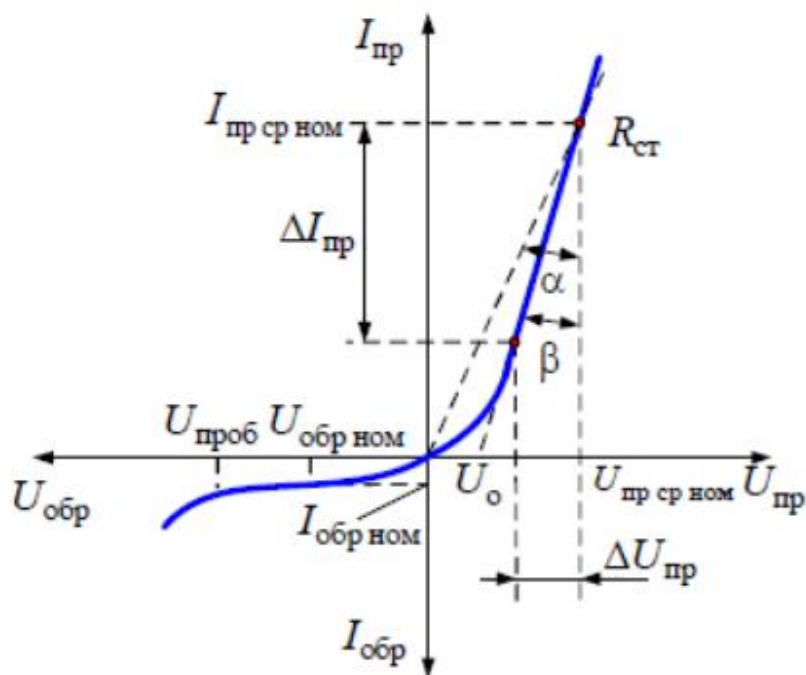

Рисунок 5.6 – Вольт-амперная характеристика выпрямительного диода
4) Построить графики ВАХ (рисунок 5.6).